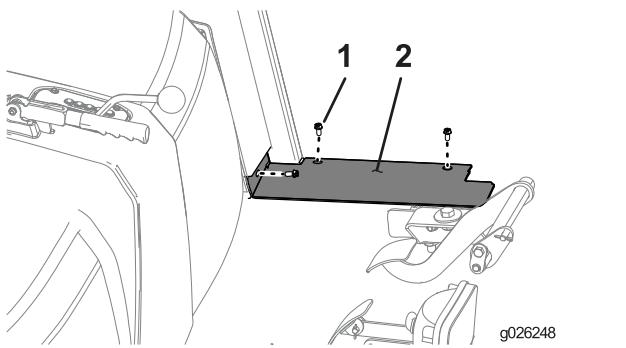

図 45
1. 機体の左右それぞれの側にフロアプレートパネルを取り付けるボルト $\frac{1}{4}$ " 3本を使い、図 45に示すように取り付ける。